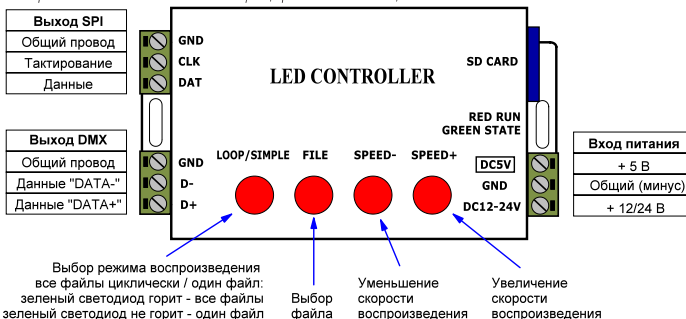
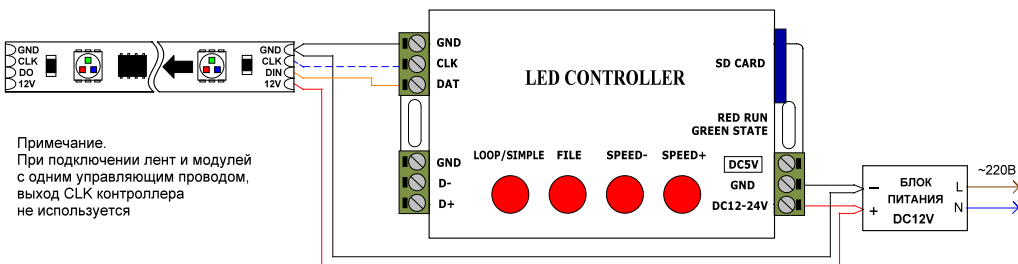
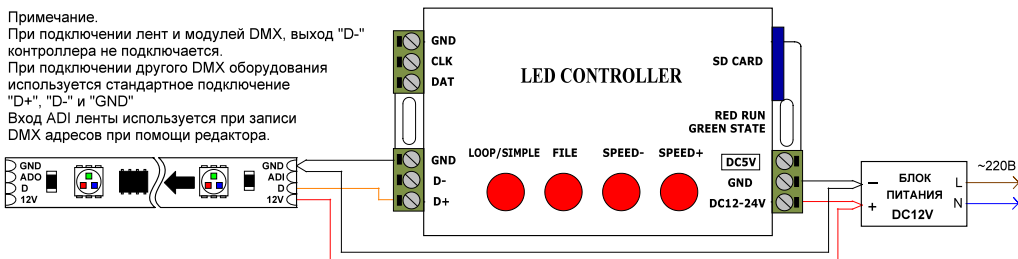

Рис.1. Органы подключения и управления
Рис.2. Подключение светодиодной ленты или модулей с интерфейсом SPI
Рис.3. Подключение светодиодной ленты или модулей с интерфейсом DMX
- 3.3. В зависимости от типа используемых светодиодных лент или модулей подключите их к выходу SPI (Рис.1, Рис.2) или DMX (Рис.1, Рис.3) ному разъему контроллера. Использование выходов SPI или DMX будет зависеть так же от выбора типа микросхем при составлении программы.